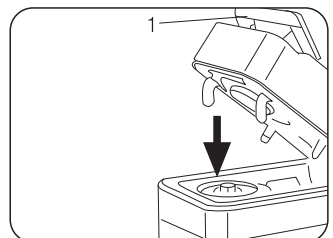
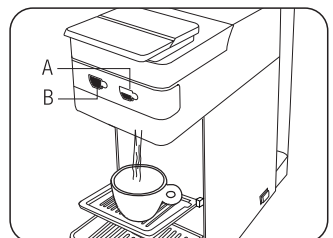

Abb. 9
Abb. 10
- Schließen Sie den Hebel (1) (Abb. 9) vollständig und drücken Sie nach Wunsch eine der Abgabetasten: die Taste (A) für die kleine oder die Taste (B) für die mittelgroße Tasse. (Abb. 10)
Ausgabe große Tasse: Drücken Sie die Taste (B) und halten Sie sie gedrückt. Das Wasser beginnt heraus zu fließen. Wenn die gewünschte Wassermenge abgegeben worden ist, die Taste (B) wieder loslassen. Die Wasserabgabe wird dadurch gestoppt und die Wassermenge wird gespeichert. (Abb. 10)
Ausgabe kleine Tasse: Drücken Sie die Taste (A) und halten Sie sie gedrückt. Das Wasser beginnt heraus zu fließen. Wenn die gewünschte Wassermenge abgegeben worden ist, die Taste (A) wieder loslassen. Die Wasserabgabe wird dadurch gestoppt und die Wassermenge wird gespeichert. (Abb. 10)